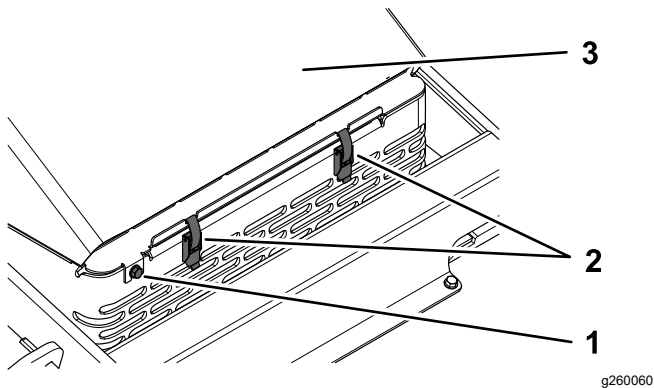

Figure 40
3. Desserrez la vis de verrouillage du capot (Figure 40).
4. Maintenez le capot abaissé et ouvrez les 2 loquets (Figure 40).
5. Ouvrez le capot (Figure 40).
2. Resserrez la vis de verrouillage du capot (Figure 40).